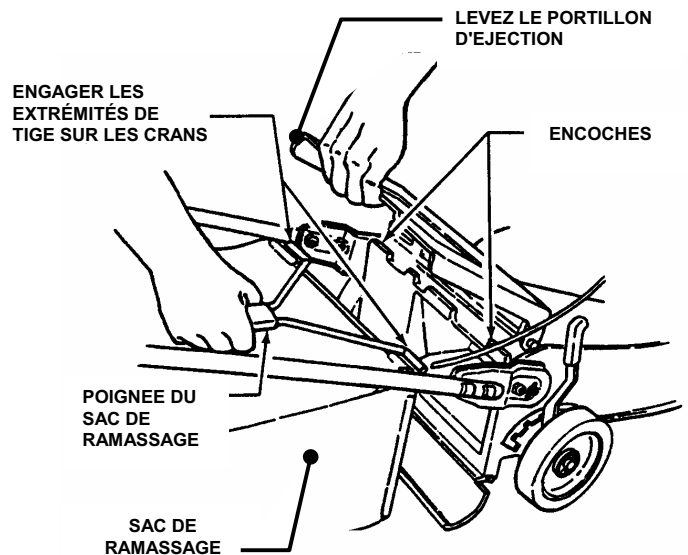

FIGURE 2.9
2. Levez le portillon d'éjection qui se trouve à l'arrière de la tondeuse. Voir figure 2.9.